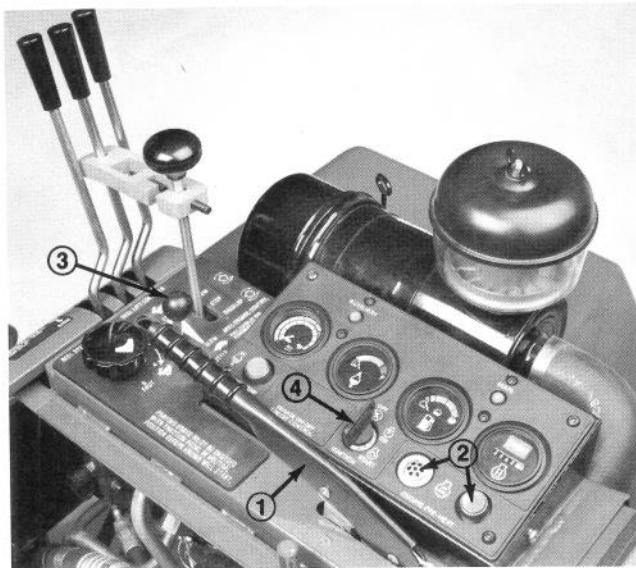

Figure 12
1. Prendre place sur le siège, ne pas appuyer sur la pédale de déplacement. S'assurer que le frein de stationnement est en prise (Fig. 12). La pédale de déplacement et le levier de tonte/affûtage doivent être au point mort.
2. Si la température du moteur ou de l'air est inférieure à 7-10°C, appuyer sur la commande de préchauffage du moteur et la maintenir jusqu'à ce que l'indicateur brille fortement (Fig. 12). Relâcher ensuite la commande et passer à l'étape 3 pour démarrer le moteur.
3. Placer la commande des gaz sur SLOW et tourner la clé de contact sur START (Fig. 12). Relâcher la clé lorsque le moteur démarre.
1. Ouvrir le capot du moteur et le maintenir relevé à l'aide de la bêquille (Fig. 12).